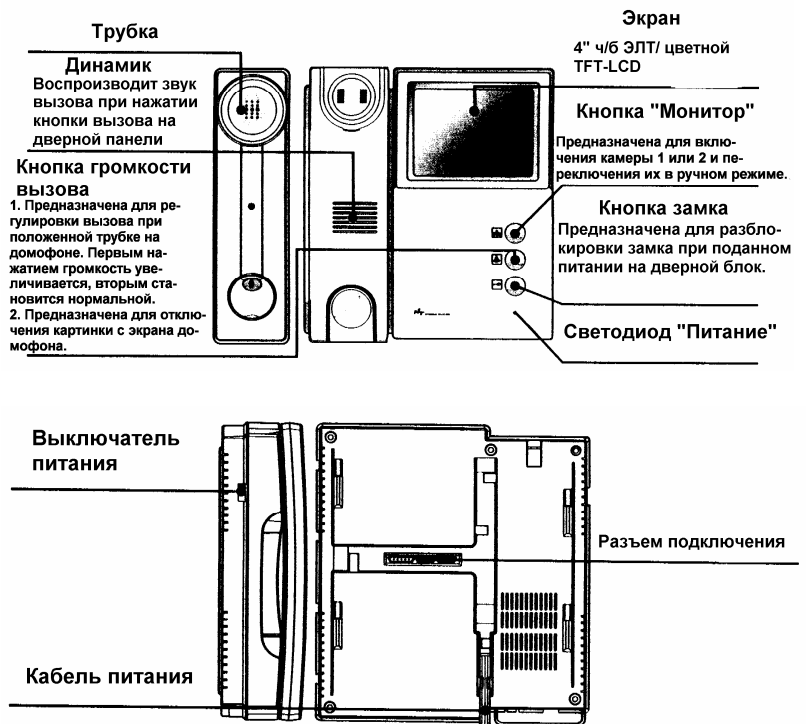

Рис. 2
Просмотр изображения. При нажатии на видеодомофоне кнопки "MONITOR" см. рис. 2, на экране монитора появится изображение видеобстановки перед блоком камеры. При подключении двух камер, повторное нажатие на кнопку "MONITOR", приведет к переключению на другую камеру. При снятии и возвращении трубки на рычаг отбоя видеодомофона экран монитора гаснет. Изображение можно выключить нажатием кнопки ГРОМКОСТИ ВЫЗОВА.
Разблокировка замка. При нажатии кнопки ЗАМКА на мониторе, когда трубка снята, см. рис. 2, в вызывном блоке сработает реле замка и разблокируется замок установленный на двери. Замок может быть электромеханического или электромагнитного типа.
- Подключите сеть переменного напряжения 220 В и включите выключатель питания рис. 2 на мониторе и убедитесь в работоспособности всей системы в целом;